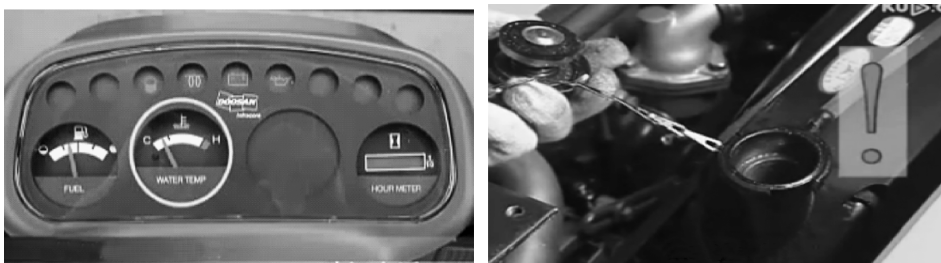

图 3-3 冷却液检查
- 4) 检查机油、冷却液、液压油的液面高度和温度, 检查全车油、水有无渗漏现象。如图 3-3 所示。